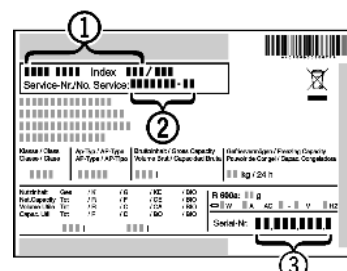

Fig. 64
- ▶ Считать обозначение устройства **Fig. 64 (1)**, сервисный номер **Fig. 64 (2)** и серийный номер **Fig. 64 (3)** с заводской таблички. Заводская табличка находится внутри устройства слева.